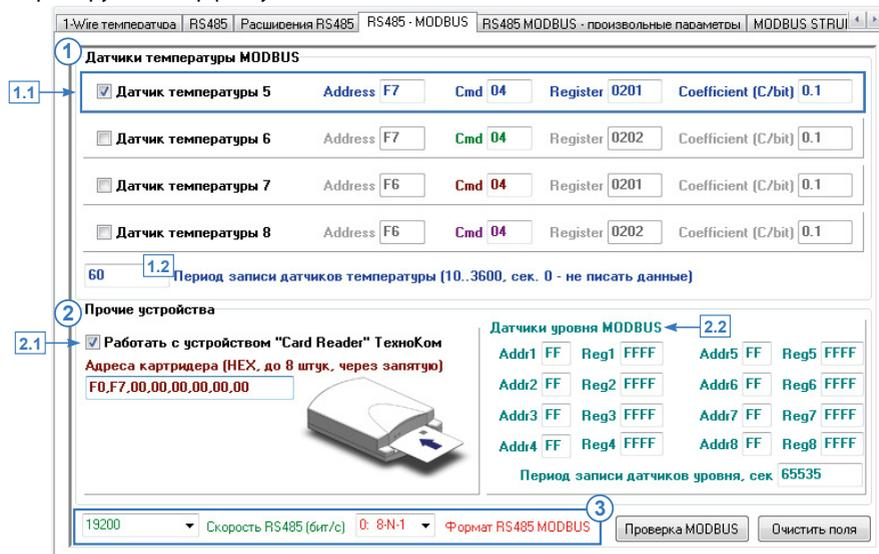

Рис.40. Вкладка «RS-485-MODBUS».
Для того чтобы разрешить работу прибора с датчиком температуры MODBUS, необходимо в конфигураторе установить галочку напротив нужного датчика, затем задать настройки этого датчика (**Рис.40, п.1.1**). **Address (Адрес)** – адрес контроллера на шине, к которому подключен настраиваемый датчик. По умолчанию это значение A7 для контроллеров EVCO. При подключении к прибору нескольких термодатчиков их адреса могут изменены на отличный от A7.
- **Период записи датчиков температуры (Рис.40, п.1.2)** – интервал времени, через который прибор будет записывать показания датчиков температуры. Минимальное значение периода – 10 секунд, максимальное значение – 3600 секунд, 0 – не писать данные. Этот параметр дублируется на вкладке «1-Wire температура».
- **Устройство «Card Reader» производства ТехноКом.** Всего к контроллеру «АвтоГРАФ» может быть подключено до 8 устройств «АвтоГРАФ-CardReader». Для того чтобы разрешить работу прибора с устройством «АвтоГРАФ-CardReader» производства ООО ТехноКом, подключаемого по интерфейсу RS485-MODBUS, необходимо установить галочку напротив опции «Работать с устройством «Card Reader» ООО ТехноКом» (**Рис.40, п.2.1**), затем в поле «Адрес картридера» задать адрес устройства «АвтоГРАФ-CardReader» на шине. Адреса следует задавать в формате HEX, через запятую. Возможные адреса F0-F7. Если к прибору «АвтоГРАФ» подключено одно устройство «АвтоГРАФ-CardReader», то по умолчанию его адрес – F0.
- **Датчики уровня MODBUS.** К прибору «АвтоГРАФ» по шине MODBUS одновременно может быть подключено до 8 датчиков уровня. Для подключения датчика уровня MODBUS необходимо задать адрес и другие настройки этого датчика в контроллере «АвтоГРАФ» (**Рис.40, п.2.2**):